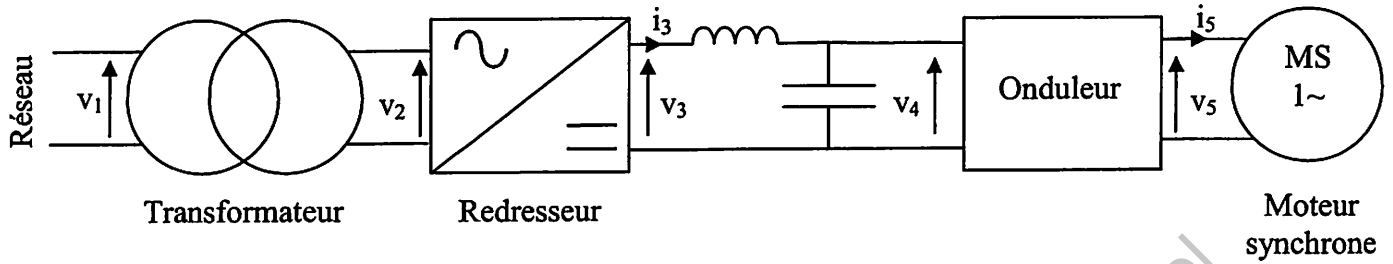

Figure 3
Le tracé de la partie utile, supposée linéaire, de la caractéristique mécanique du moteur $T_{u1}(n)$ pour une fréquence $f = f_1 = 50 \text{ Hz}$ et pour une tension $U = U_1 = 400 \text{ V}$ est donné sur la figure 3 du document réponse 2, page 8.
3.1. Tracer la caractéristique mécanique du couple résistant $T_r(n)$ sur la figure 3 du document réponse 2. En déduire les coordonnées du point de fonctionnement.
Le schéma de principe de l'alimentation à fréquence variable du moteur synchrone est donné sur la figure 3 ci-dessous :